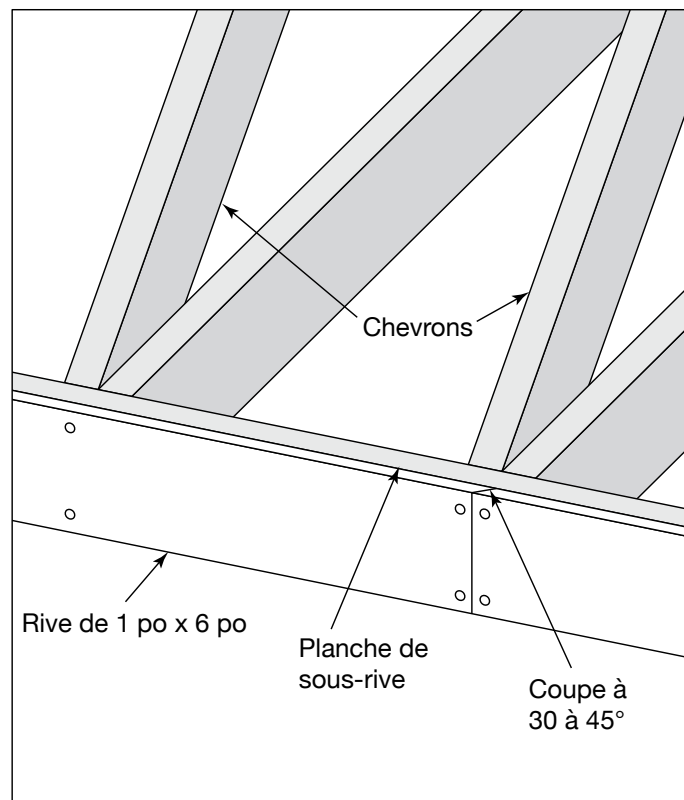

Fig. 8
- Vissez les pièces de finition en place avec deux clous en acier inoxydable ou trempés à chaud à main ou en bande annelés pour cloueuse pneumatique d'au moins .113 x 2-3/8 po, ou vis d'extérieur enduites ou à tête de finition en acier inoxydable #6 ou plus grandes à au plus 2 po du bord de la pièce de finition (**Fig. 8**).
- Pour les sections de finition très longues, utilisez des joints de bout à bout coupés à angle de 30 à 45 degrés (**Fig. 8**).
**Remarque :** la finition TruExterior peut être installée directement sur la brique ou d'autres matériaux d'extérieur en maçonnerie. Lorsque vous utilisez les pièces TruExterior comme rive de toit, une sous-rive est requise (**Fig. 8**).